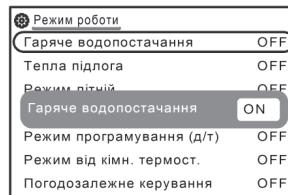

Рисунок 9 Вікно «Гаряче водопостачання»
**«Гаряче водопостачання»** Для входу в пункт натисніть кнопку OK, у вікні «Гаряче водопостачання» (рисунок 9) за допомогою кнопки Вгору переведіть режим в стан ON (вкл.);